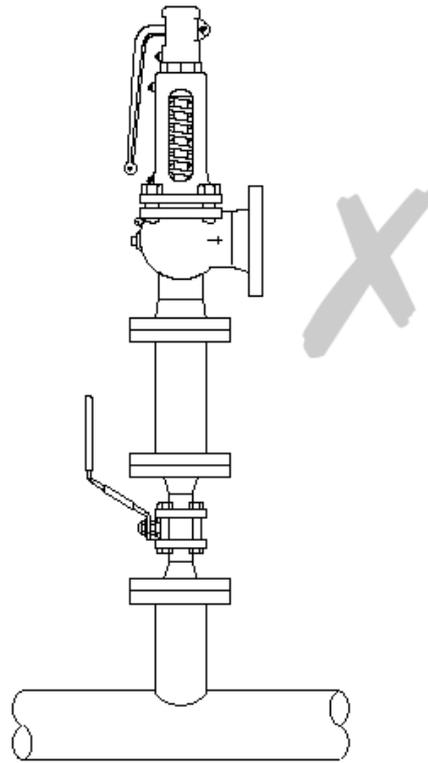

Fig. 4
3. Il est interdit d'isoler la soupape, c'est à dire, que la soupape ne doit pas avoir de robinet d'isolement (tel que fig. 4).